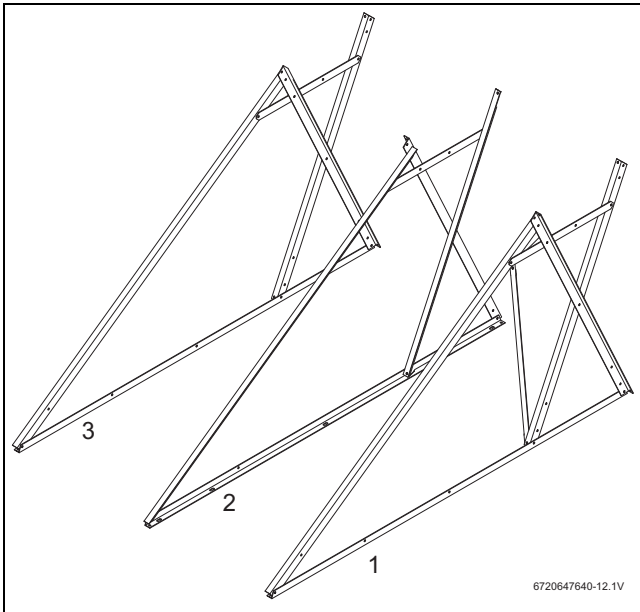

Fig. 21 Montar otros triángulos laterales
- el triángulo del medio (Fig. 21, [2]) de forma simétrica al primero [1].
- el triángulo izquierdo (Fig. 21, [3]) como el primer triángulo lateral [1].